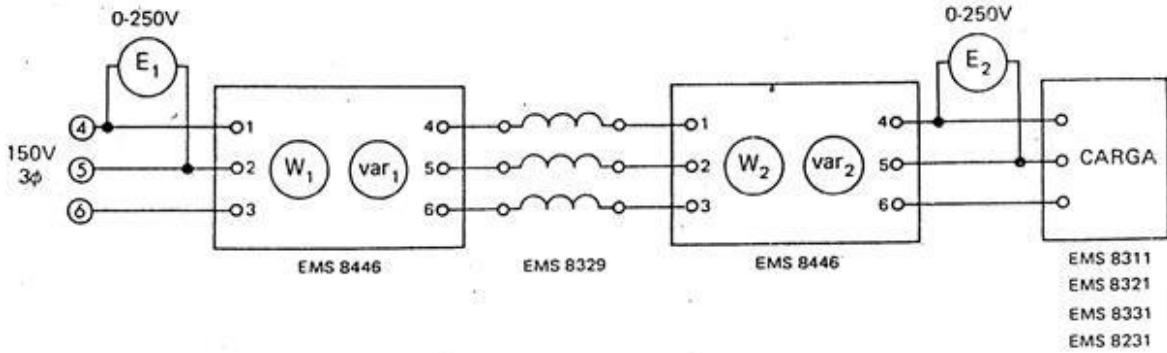

Figura 6
2. Al usar la fuente de voltaje variable de c-a, conecte el circuito que se muestra en la figura 6 y ajuste la impedancia de la línea de transmisión a 120 Ohms. Conecte una carga inductiva de 300 Ohms, en estrella, y aplique la potencia. Todos los medidores deben dar una lectura positiva, si sus llaves de polaridad están en la posición de (+). Si las lecturas no son positivas, revise sus conexiones con su secuencia de fases. Ahora se procederá con el experimento, usando el circuito de la figura 6.